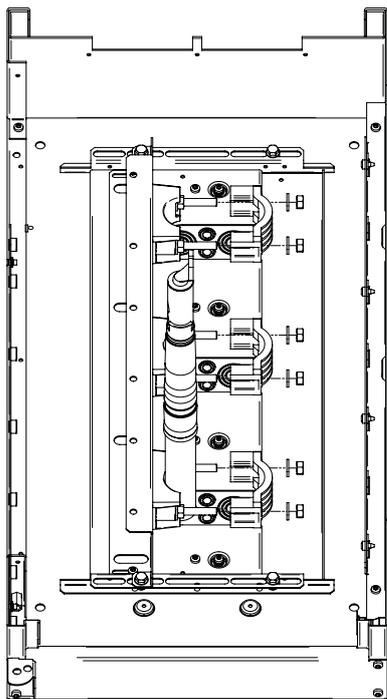

Figura 89. Installazione delle parti staccate dei serracavi
a) Reinstallare le parti staccate come mostra la figura 89.